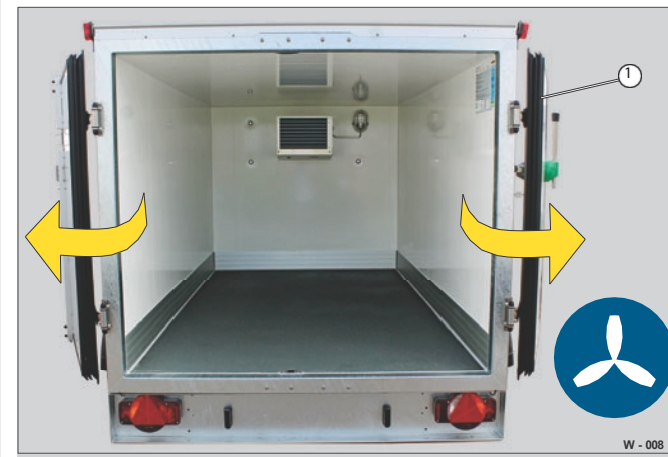

Fig. 23 Ventilação da caixa frigorífica
- Abrir e fixar as portas de portal (Fig. 23/1).